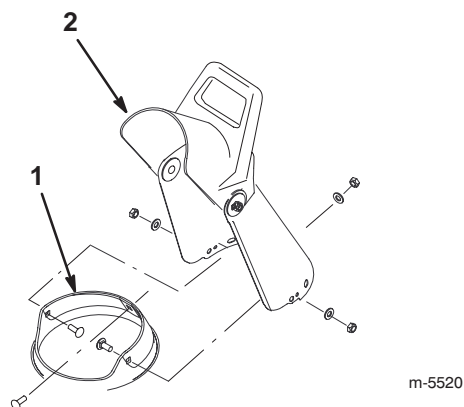

**Figure 10**
1. Placez l'éjecteur sur la couronne. Alignez les trous arrière de l'éjecteur et le trou au centre de la couronne (Fig. 10).
2. Introduisez une vis par l'intérieur dans le trou central de la couronne de l'éjecteur et dans le trou de l'éjecteur (Fig. 10).
3. Placez la poignée sur l'éjecteur et insérez complètement la vis dans le trou central de la poignée (Fig. 10).